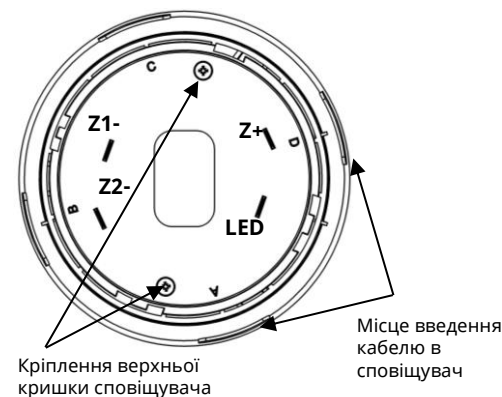

Рисунок 4.1 – Вигляд сповіщувача з боку контактів
4.5 Для випадків, коли кабель всередину бази заводять збоку, в самій базі та в кришці сповіщувача передбачені вікна, за потреби в яких вирізають отвори. Ці вікна промарковані літерами «А», «В», «С», «D» (Рис. 3.1, Рис. 4.1).